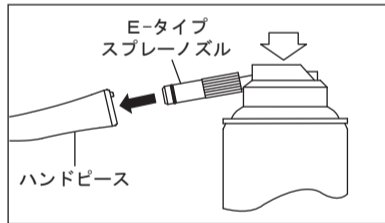

図6
- 2) E-タイプスプレーノズルをハンドピース後部へ挿し込み、ハンドピースを押さえて、ハンドピース先端よりオイルが出るまで2~3秒スプレーします。注油は先端から異物等の汚れが出なくなるまで繰り返し行います(図6)。
- 3) 最後に、パナスプレープラス(図6)または弊社製自動注油システムによる注油を行います。